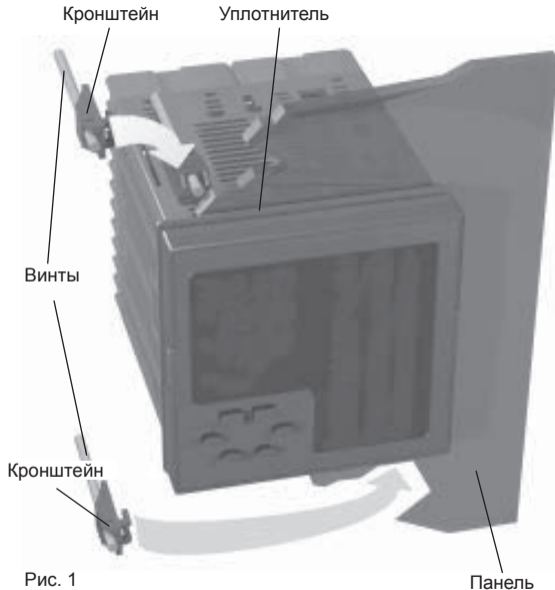

Рис. 1
Для того, чтобы гарантировать IP65 и защиту NEMA 4X, вставьте кронштейн панели как показано на рис. 1
- 4) вставьте монтажный кронштейн как показано на рис. 1;